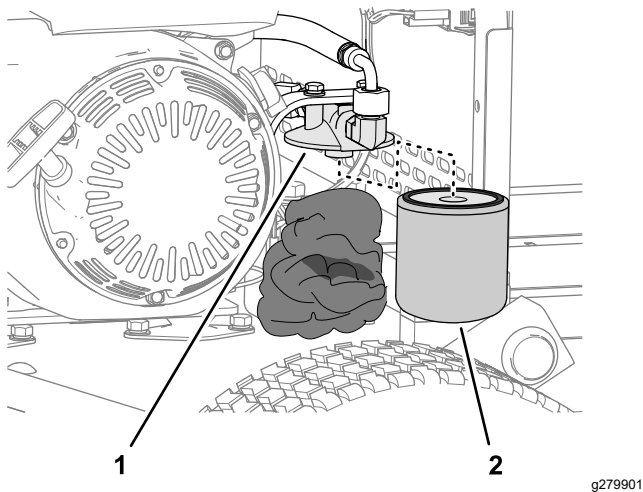

Рисунок 37
2. Поместите ветошь под гидравлический фильтр (Рисунок 37).
3. Осторожно снимите гидравлический фильтр (Рисунок 37).
5. Установите фильтр на головку фильтра вручную (Рисунок 37) так, чтобы прокладка соприкоснулась с головкой фильтра, затем поверните фильтр еще на $\frac{3}{4}$ оборота.